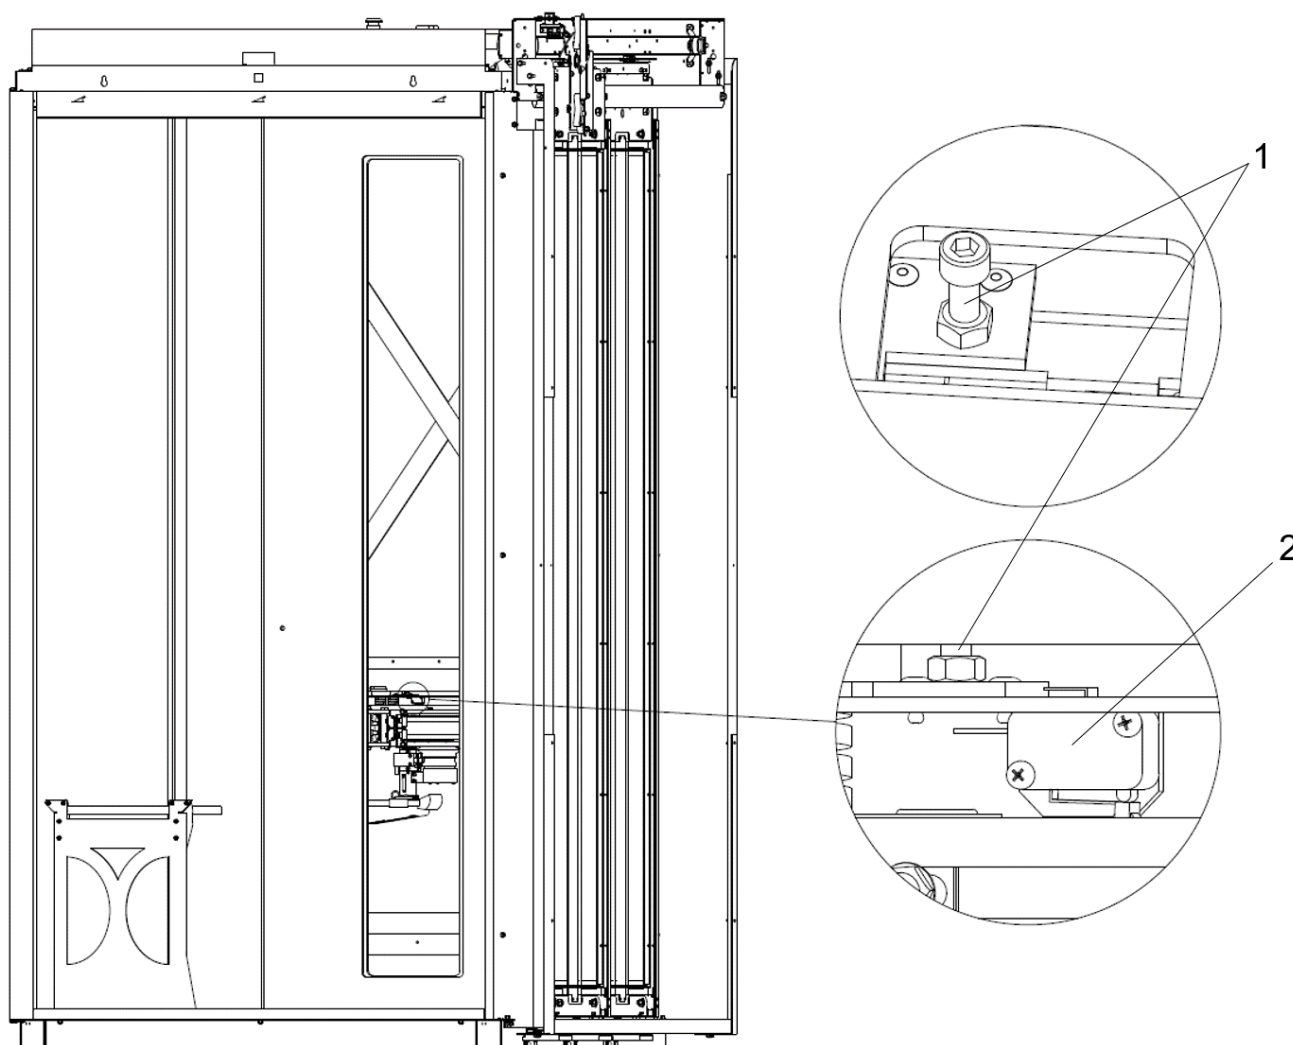

Fig. 20 Justering av överlastbrytaren
Om överlastlarmet aktiveras (ljudsignal) på grund av felaktig last, måste överlastbrytaren (2) justeras, se Fig. 20.
2. Justera överlastbrytaren till korrekt belastning på hisskorgen med användning av överlastbrytarens justerskruv (1). Överlastskyddet ska aktiveras vid märklast + 75 kg.